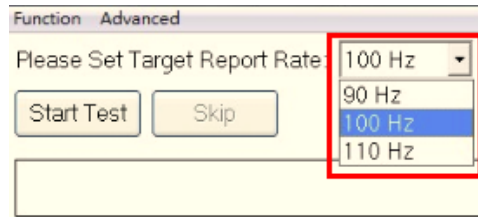

Figure 3-11: 設定目標報點率項視窗示意圖
- 選擇設定目標報點率。如下圖 Figure 3-11 所示。程式初始設定為 100Hz/s。